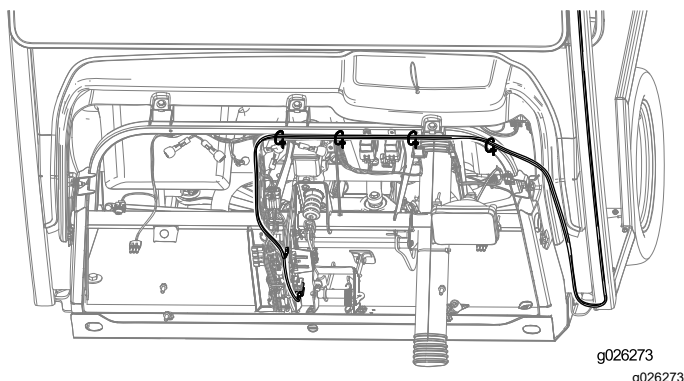

Figura 33
1. Amplasai cablajul aa cum se arată în Figura 33 i fixai-l cu 4 coliere de cablu.